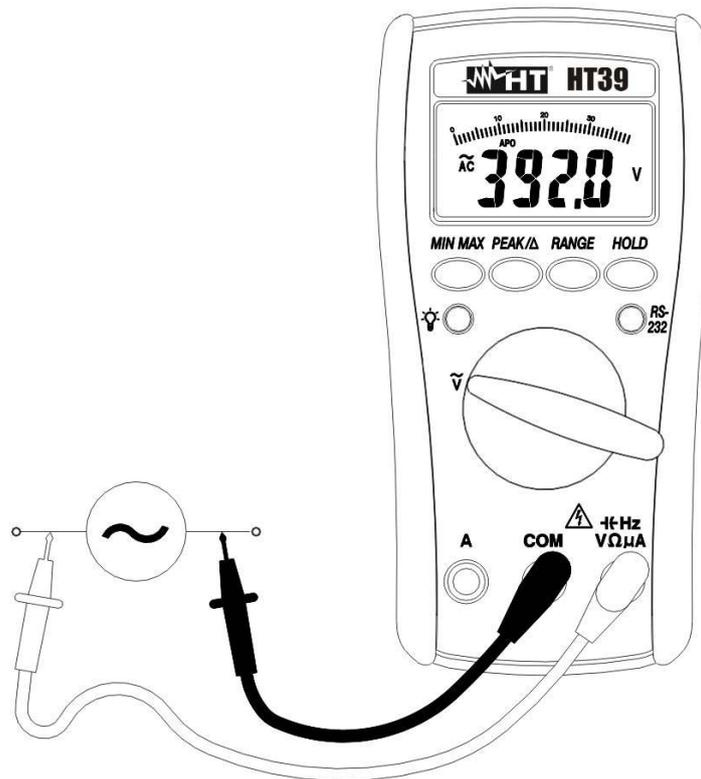

Fig. 4: Misura di Tensione AC
2. Inserire il cavo rosso nel terminale di ingresso $\rightarrow HzV\Omega\mu A$ e il cavo nero nel terminale di ingresso **COM** (vedere la Fig. 4).